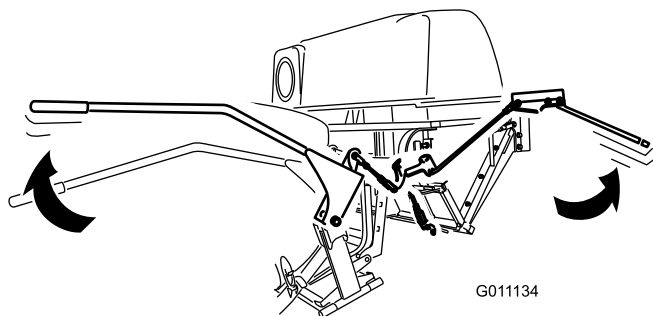

Рисунок 33
3. Нажмите рукоятку вниз, чтобы закрыть дверь (Рисунок 33).